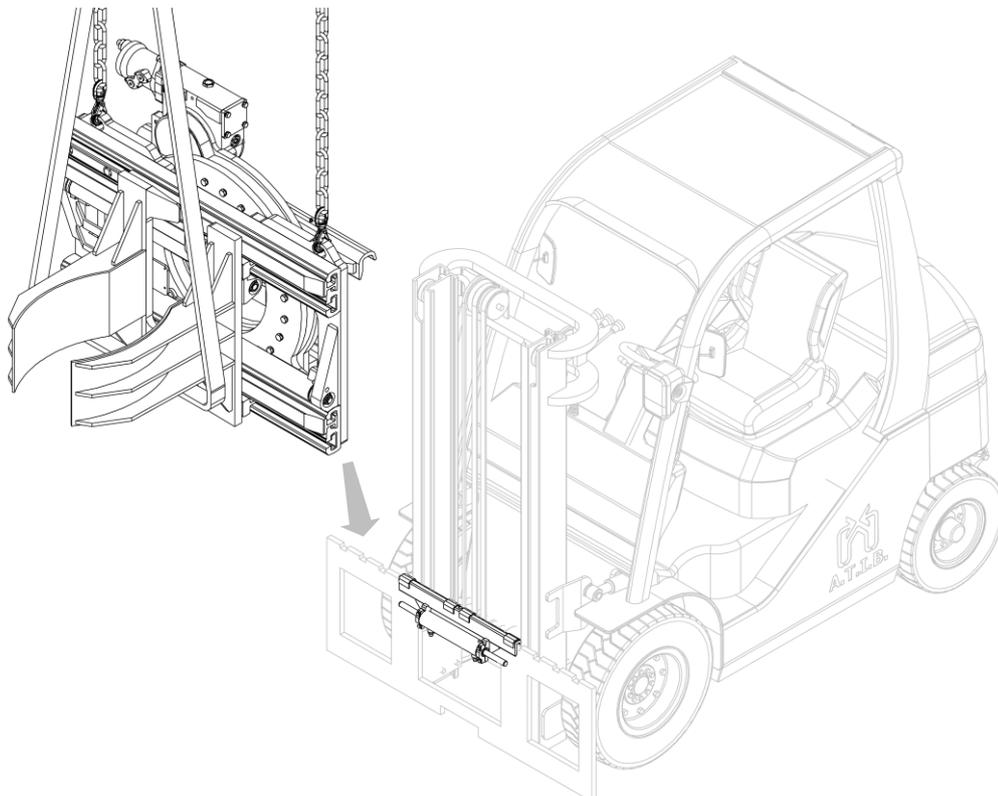

Figure 8
7. À l'aide d'un pont roulant ou d'un palan de portée suffisante, positionner l'équipement sur le double crochet, en prenant soin de le positionner correctement (voir Figure 8).